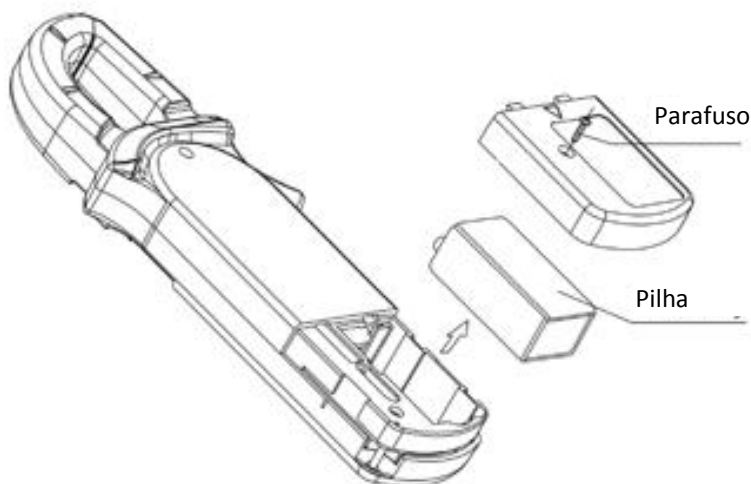

Figura 9
B. Trocar de Pilha (ver figura 9)